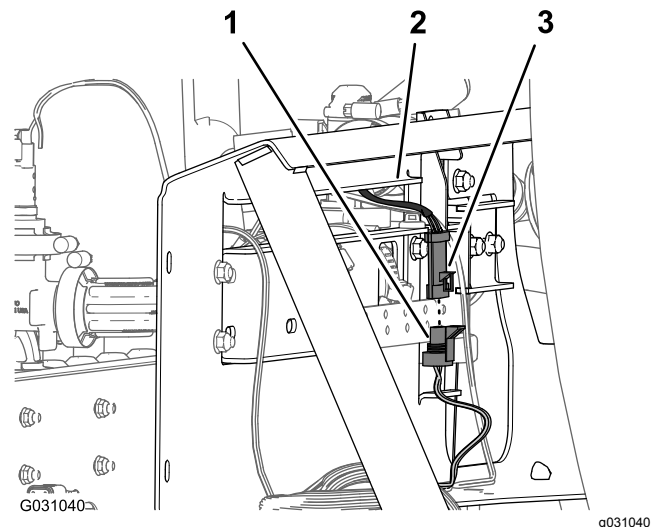

Figura 103
6. Conecte el conector de 3 pines del arnés de la válvula de agitación al conector hembra de 3 vías de la rama de 203 cm del arnés de cables etiquetado **Agitation Valve** (válvula de agitación) (Figura 103).